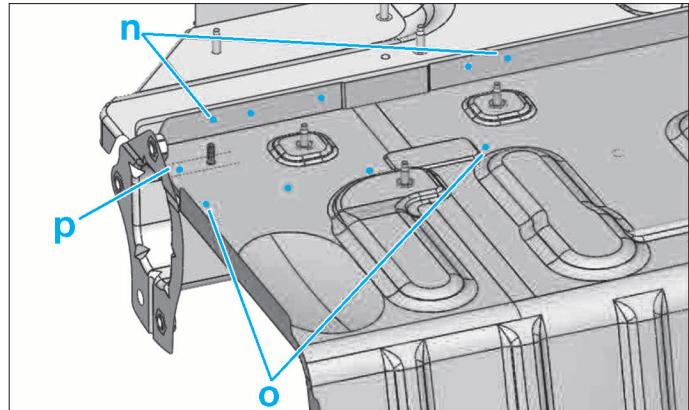

FIG. 110
- Fraiser (Fig.110) :
- (n), (o) et (p) par points électriques (Fig.110).